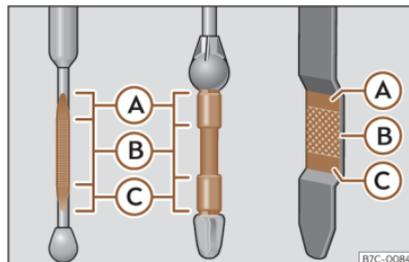

Fig. 210 Asta di misurazione livello olio motore.
– In seguito, estrarla di nuovo e controllare il livello dell'olio» **fig. 210**. Se necessario, procedere al rabbocco.
• Quando il livello raggiunge almeno la zona » **fig. 210 (B)**, avvistare attentamente il tappo del bocchettone di rifornimento » **ⓘ**.
Se il livello dell'olio si trova al di sopra della zona» **fig. 210 (A)**, non avviare il motore. Pericolo di danni al motore e al catalizzatore! Rivolgersi presso un'officina specializzata.
Il livello dell'olio non deve in nessun caso essere al di sopra dell'area» **fig. 210 (A)**. L'olio in eccesso potrebbe altrimenti essere